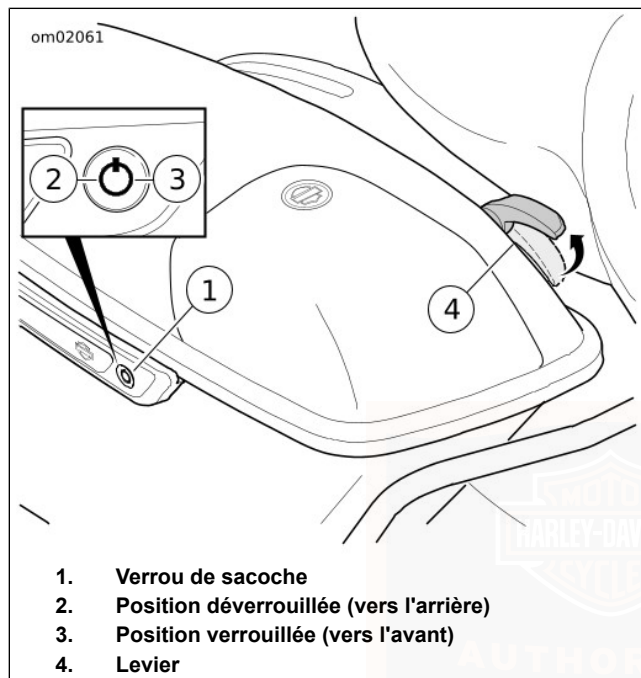

Figure 44. Sacoche
**Porte-clés:** voir Figure 44. Insérer la clé. Tourner la clé d'un quart de tour vers l'avant du véhicule. Remettre la clé en position centrale pour la retirer.
**Porte-clés**: voir Figure 44. Insérer la clé. Tourner la clé d'un quart de tour vers l'arrière du véhicule. Remettre la clé en position centrale pour la retirer.
1. Voir Figure 44. Déverrouiller la sacoche.
1. Voir Figure 44. Fermer le couvercle de la sacoche.
1. Voir Figure 44. Ouvrir la sacoche.
1. Voir Figure 44. Positionner soigneusement la sacoche dans son rail. Aligner les œillets de montage avec le support de fixation.